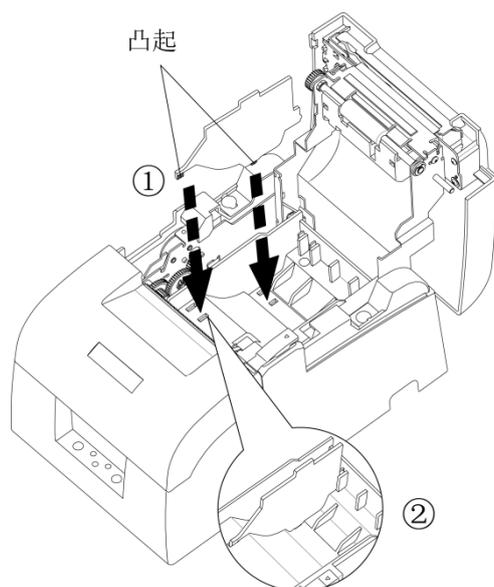

图 7
- 2) 当使用58mm和69.5mm宽的打印纸时需要安装换纸板。将换纸板下部凸起对准装纸架的凹槽，下压使其完全进入凹槽内，如图7所示。